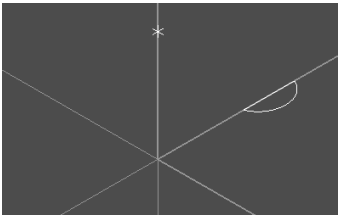

图 1-98 旋转加工建模
- 2) 绘制垂直线 X100，修剪多余的线段，修剪后的图形如图 1-98 所示。